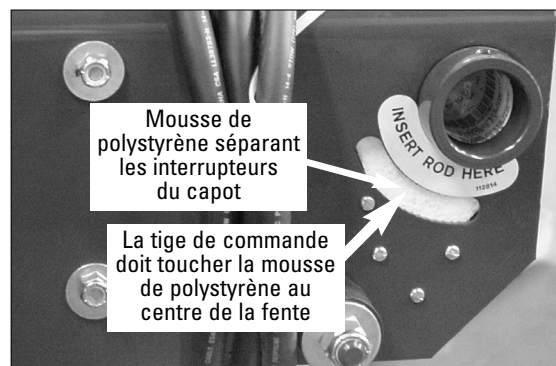

Figure 5 – Fente dans le support du capot
10. Ensuite, installez l'assemblage du capot sur le support du capot. Alignez soigneusement la tige de commande de sorte qu'elle touche la mousse de polystyrène au centre de la fente et demeure ainsi au centre pendant que vous insérez la barre stationnaire du capot. À mesure que vous glissez la barre stationnaire, veillez à ce que la tige d'actionnement pousse sur la mousse de polystyrène (voir Figure 5). Assurez-vous que la mousse est bien enfoncée. Sinon, servez-vous d'un tournevis pour l'enfoncer jusqu'à ce qu'elle disparaisse.